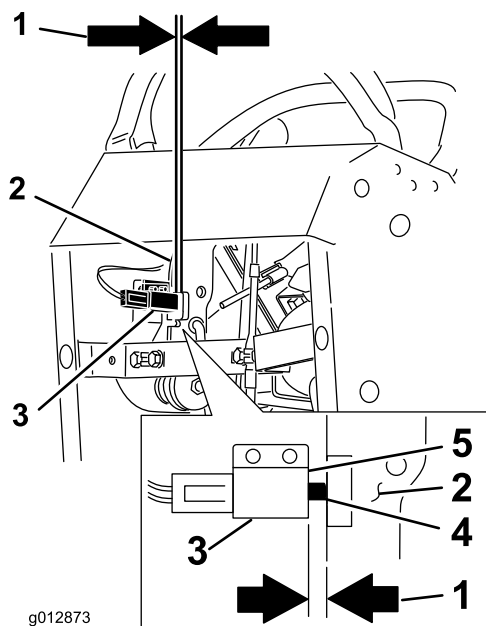

Figura 65
12. Controllate la distanza tra la leva del freno e la superficie del comando come indicato in Figura 65. La distanza deve essere di 3 mm con il freno **innestato**.